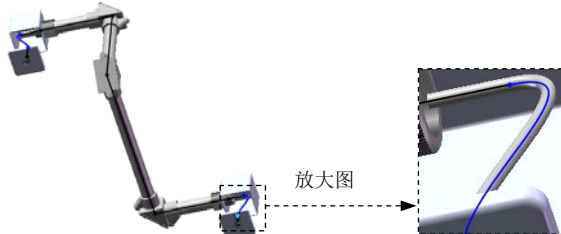

图 11.8.17 电气线路 2
Step7. 创建电气线路 2。同操作步骤 Step6，创建图 11.8.17 所示的电气线路 2。